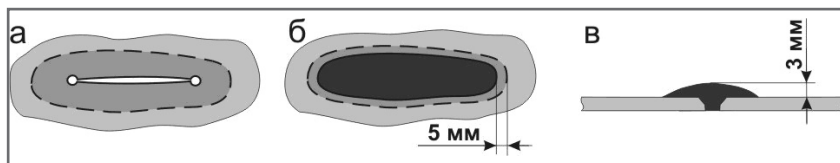

рис. 2
- Если повреждение имеет форму пореза или трещины, на концах повреждения вырезать небольшие отверстия (устранить концентраторы напряжения) (Рис. 2 а).
- Прикатать сырую резину толщиной 1-3 мм, оставив вокруг приблизительно 5 мм зачищенной поверхности (Рис. 2 б, 2 в).